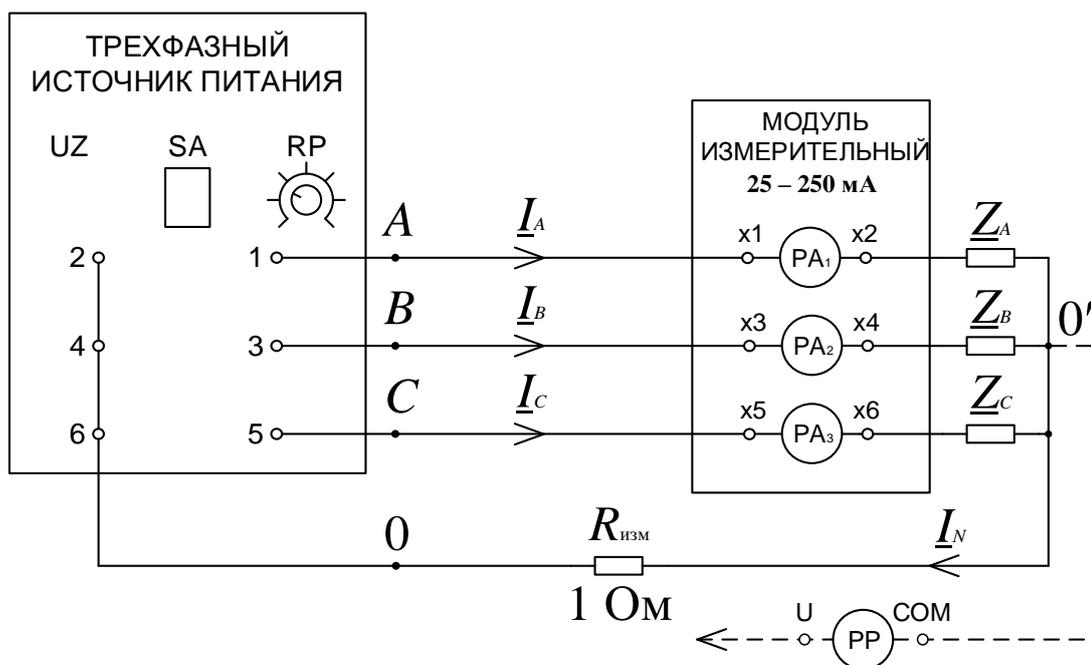

Рис. 1П
- Включить выключатель **QF** блока **МОДУЛЬ ПИТАНИЯ** и тумблер **SA** модуля **ТРЕХФАЗНЫЙ ИСТОЧНИК ПИТАНИЯ (UZ)**.
- Мультиметром **PP** в режиме измерения переменного напряжения измерить линейные напряжения U_{AB} , U_{BC} , U_{CA} модуля **ТРЕХФАЗНЫЙ ИСТОЧНИК ПИТАНИЯ (UZ)**. Измеренные значения занести в протокол измерений. Проверить выполнения соотношений для симметричного источника.
- Собрать электрическую цепь по схеме, показанной на рис. 1П. Установить в блоке **МОДУЛЬ РЕЗИСТОРОВ** $R_A = R_B = R_C = 150$ Ом. Для определения тока в нейтральном проводе четырехпроводной трехфазной цепи с $Z_N \approx 0$ включить в